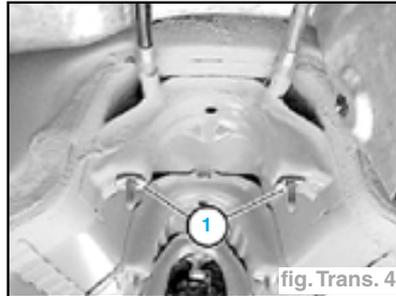

fig. Trans. 4
Nota : L'angle de flexion de l'arbre de transmission AR a été réglé en usine au moyen de rondelles (1). Les rondelles comportent au centre un insert en plastique de couleur et sont fixées de façon plus ou moins imperdable sur les goujons (fig. Trans. 4).